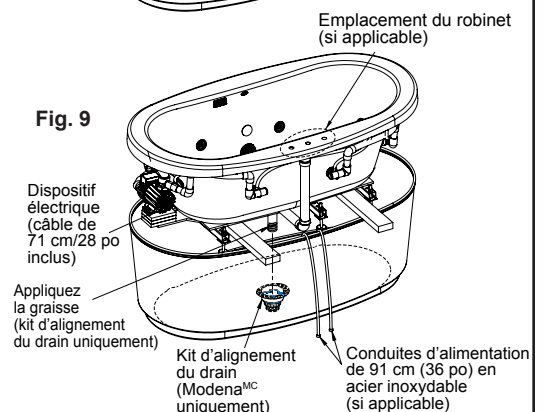

Fig. 9
- 2 Installez le kit d'évacuation du trop-plein sur la baignoire, à l'aide du raccord en laiton fourni dans le kit d'alignement du drain (ModenaMC uniquement). Veillez à appliquer la graisse fournie sur l'extrémité du raccord, là où il est relié avec le kit d'alignement du drain (fig. 9).
- 4 Placez la baignoire sur les supports dans la position dans laquelle elle sera abaissée dans la jupe (fig. 9). Les supports en bois doivent être placés sous la baignoire, loin des blocs en mousse ou des supports réglables. Orientez la baignoire correctement par rapport à l'évacuation et à la sortie électrique. Veillez également à aligner l'évacuation et le trop-plein avec le kit d'alignement du drain.